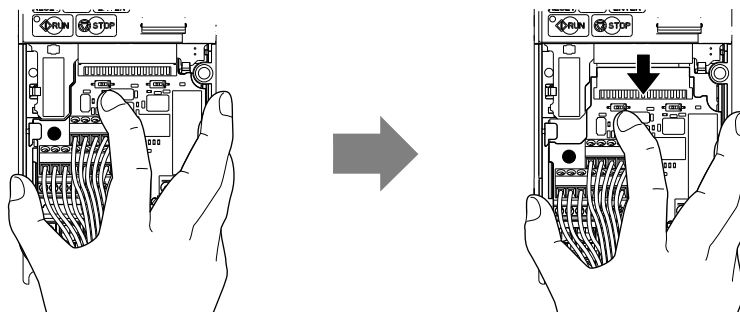

Figura 6.7 Cómo quitar el Tablero de Terminales
4. Mientras mantiene presionada la clavija de instalación del paso 3, deslice el bloque de terminales removible en la dirección de las flechas en Figura 6.7.